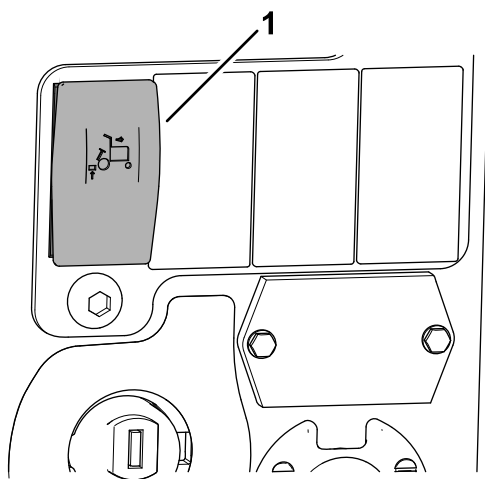

**Figura 38**
1. Premete l'interruttore del sollevamento limitato automatico in retromarcia in posizione ACCESO (Figura 38).
4. Per disattivare il sollevamento limitato automatico in retromarcia, premete l'interruttore di sollevamento limitato automatico in retromarcia in posizione SPENTO (Figura 38).